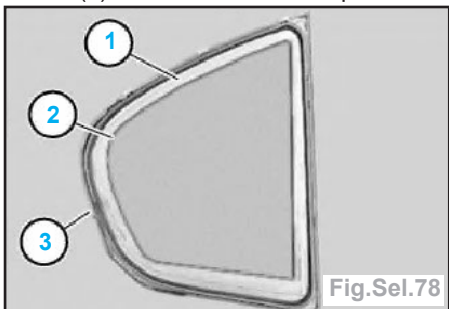

Fig.Sel.78
- traiter la glace fixe dans la zone (1) de la surface de collage (fig.Sel.78).
- Appliquer jusqu'à 2 mm maximum sur le bord (2) de la surface céramique.